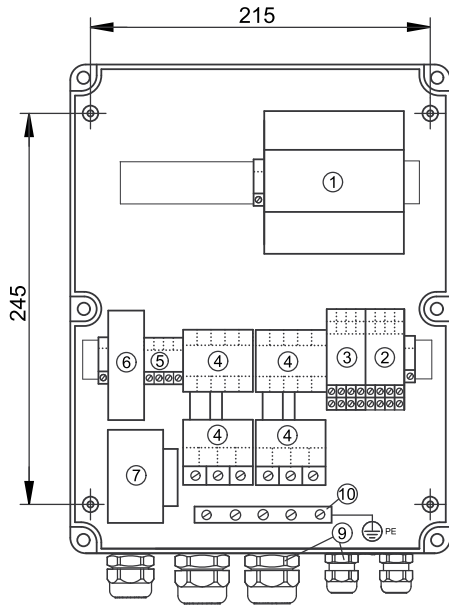
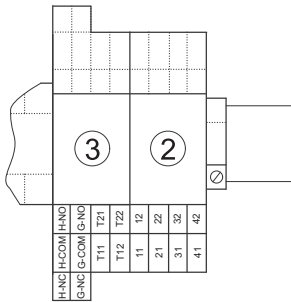

Abb. 1
Abb. 2
- mit Schrauben durch die vier Montagelöcher in der Rückwand des Gehäuses befestigen, siehe Abb. 1. Die Montagelöcher müssen mit einem 4 mm Bohrer angebohrt werden. Schrauben einsetzen und fest anziehen. Die mitgelieferten Kunststoffkappen auf die Schrauben montieren (IP65).
Abb. 1 zeigt den *inneren* Aufbau des LCD 108 für Direktanlauf.
Abb. 2 zeigt die Klemmen in Pos. 2 und 3.
Abb. 1 auf Seite 26.
Abb. 2 auf Seite 27.
Zeichenerklärung zur Abb. 1 auf Seite 26 und Abb. 2 auf Seite 27: